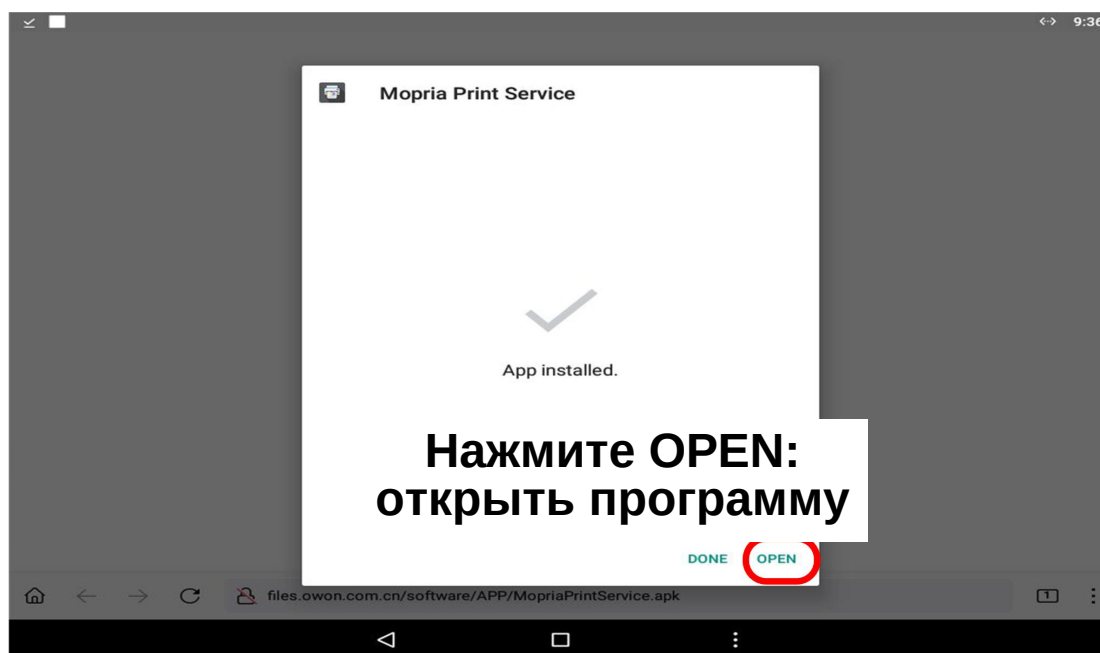

Рисунок 5
5) После установки нажмите OPEN: запуск приложения (рисунок 5).